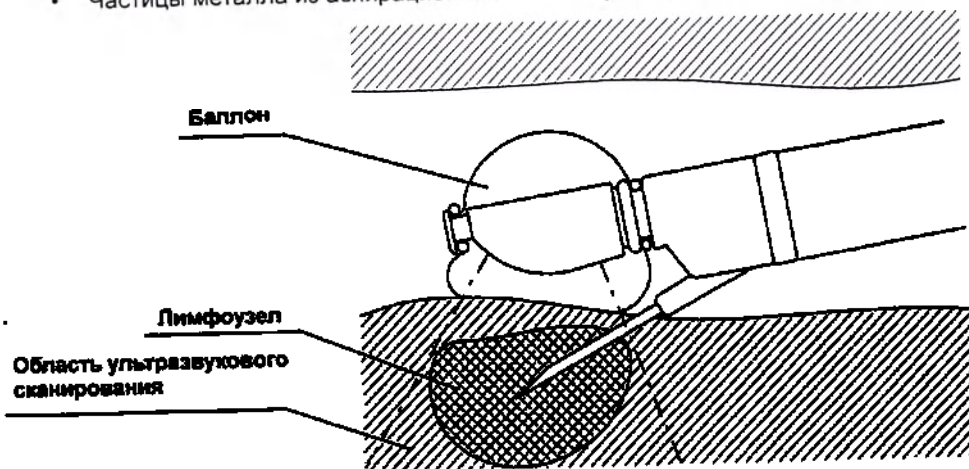

Рис. 13.
5. Нажмите направляющую втулку иглы, чтобы выдвинуть иглу из дистального конца оболочки, и выполните прокол в целевой области под контролем ультразвукового изображения (см. Рис. 13.).